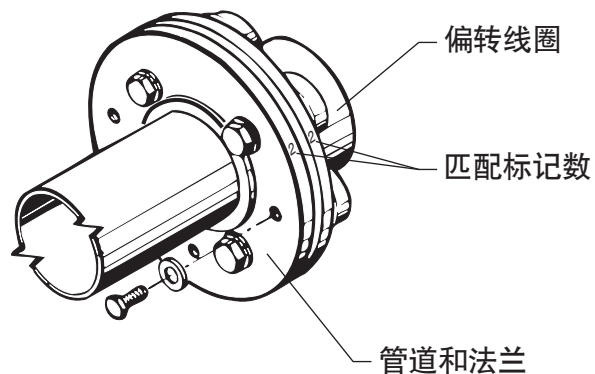
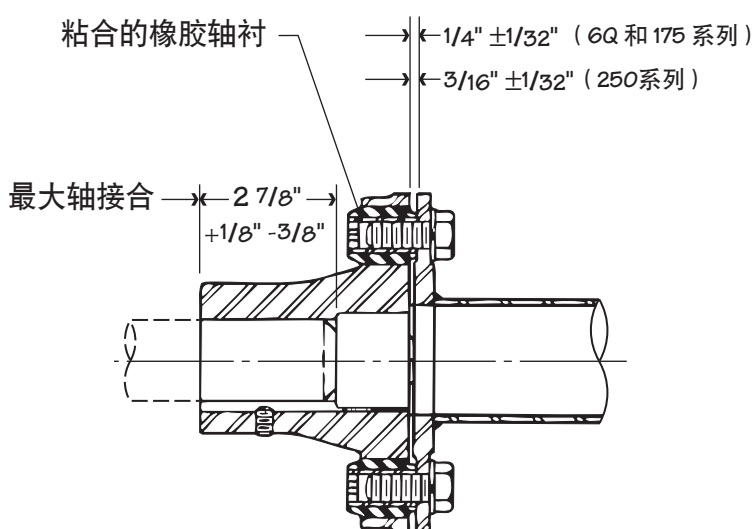

图 3 图示为 6Q 系列
图 4 图示为 250 系列
Marley 传动轴由马达、带橡胶轴衬的减速机偏转线圈、管道和法兰组合件构成。传动轴是动态平衡的，管道和偏转线圈法兰是匹配标记的。请参见图 3。安装时，不要更改匹配标记组件的位置或关系。
记下传动轴法兰上的匹配数字，并卸下偏转线圈。用“Thred-Gard” (Crane Packing Co.) 或类似润滑油涂抹马达轴和减速机轴。将轴键置于马达和减速机轴中间，然后如图 4 所示安装偏转线圈。拍打偏转线圈时要用橡胶槌或木板以免损坏。将每个偏转线圈固定螺栓旋紧到轴键。
支撑管道和法兰组合件的马达端时，对齐管道和偏转线圈法兰上的匹配数字，并用螺栓将管道和法兰组合件固定到减速机偏转线圈。逐步旋紧到 82 N·m 扭矩。滑动马达，使得马达偏转线圈可用螺栓固定到管道和法兰组合件，而无需推拉轴衬。对齐匹配数字，将马达偏转线圈用螺栓固定到管道和法兰组合件。逐步旋紧到 82 N·m 扭矩。管道和偏转线圈法兰之间的距离应如图 4 所示。
5. 转动传动轴 360°，注意千分表上读数的总改变量，从而检查轴两端的对齐情况。千分表的总读数不能超过 0.127 毫米。用填隙的方法垂直移动马达和/或减速机，或通过改变支撑的方法水平移动马达和/或减速机。对齐传动轴，直到每端的千分表总读数都在 0.127 毫米以内。旋紧马达和减速机上的所有装配螺栓，并重新检查对齐情况。如图 4 所示，维持法兰面与偏转线圈面之间的间隙。
7. 更换传动轴管道和法兰组合件。务必要使管道法兰上的数字与其在马达和减速机偏转线圈上的数字相匹配。在传动轴两端安装  $\frac{5}{8}$  英寸的机制螺栓或帽螺栓。逐步旋紧到  $82 \text{ N} \cdot \text{m}$  扭矩。请参见图 3 和图 4。
8. 如果为了方便卸下管道和法兰组合件而将马达往回移动了，请重新定位马达，确保留有法兰空间。请参见图 4。旋紧  $\frac{5}{8}$  英寸的机制螺栓或帽螺栓。逐步旋紧到  $82 \text{ N} \cdot \text{m}$  扭矩。对于 6Q 系列和 175 系列传动轴，用六方扳手避免轴衬在其管座中转动。重新检查传动轴的对齐情况，并旋紧马达装配螺栓。